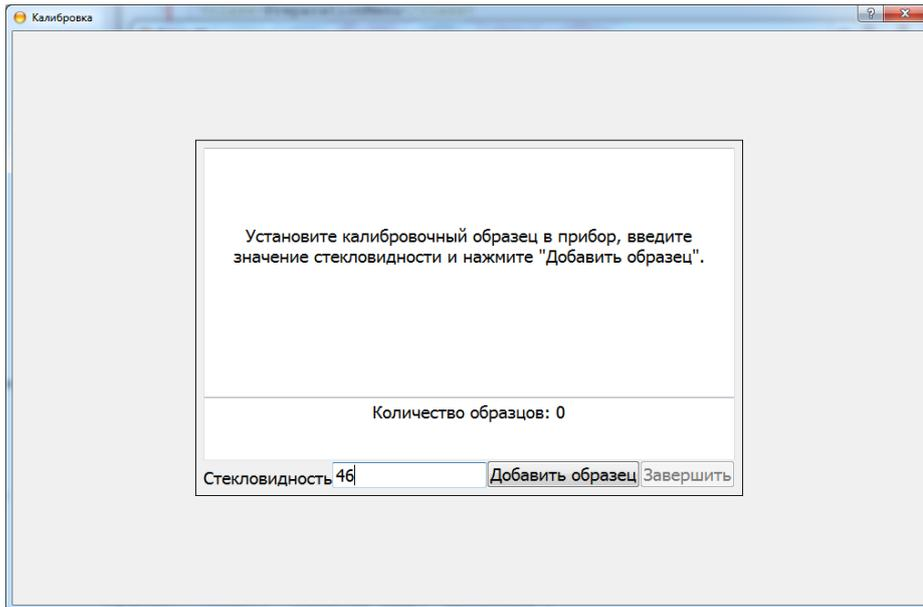

Рисунок 15.14. Добавление образца
- Далее ввести стекловидность пробы и нажать «Добавить образец» (Рисунок 15.14)